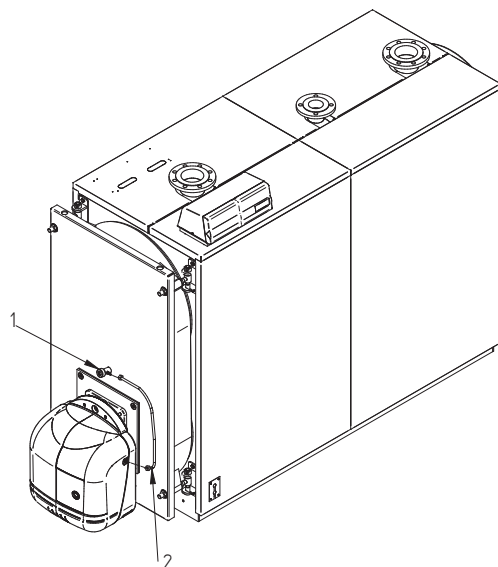

fig. 10
5.8 Collegamento spia controllo fiamma (Fig. 10)